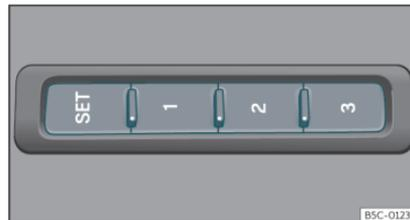

Fig. 100 Sur le côté extérieur du siège du conducteur : touches de mémorisation.
- Appuyez sur la touche **SET** pendant plus de 1 seconde»» **fig. 100**.
- Maintenez la touche **SET**»» **fig. 100** enfoncée.